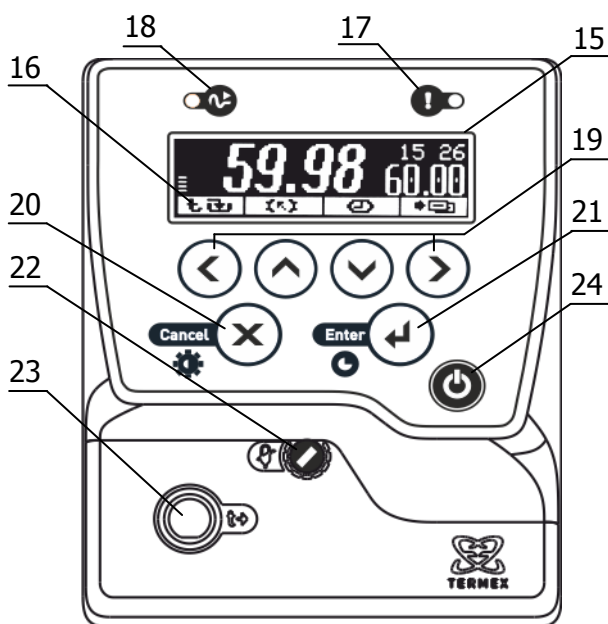

Рисунок 2 – Лицевая панель
Система безопасности блока регулирования отключает двигатель насоса и нагреватель при срабатывании хотя бы одной из защит или неисправности датчика температуры (1.2.13). При срабатывании системы безопасности раздается звуковой сигнал, загорается индикатор 17 (рисунок 2) и на дисплей 15 выводится информация о причине неисправности.
2.3.1 После подключения сетевого кабеля к электрической сети блок регулирования переходит в режим ожидания. Подключение сопровождается кратковременной подсветкой дисплея 15 (рисунок 2).
2.3.6 Для регулировки яркости подсветки или контраста дисплея нажать кнопку 20 (X), выбрать изменяемый параметр кнопками (▲) и (▼) и установить его значение кнопками (◀) и (▶). Зафиксировать изменение нажатием кнопки 21 (↔) (рисунок 2).
2.5.6 Для выбора уставки в качестве текущей кнопками (\uparrow) и (\downarrow) подвести к ней указатель. Значение отмеченной указателем уставки дублируется крупными цифрами в правой части дисплея. Для подтверждения выбора отмеченной уставки нажать кнопку 21 (\leftarrow). Для отмены выбора нажать кнопку 20 (\times) (рисунок 2).
2.5.7 Для изменения численного значения отмеченной указателем уставки нажать кнопку (▶). На рамке, обрамляющей значение уставки в правой части дисплея, появятся “засечки”, указывающие на изменяемую позицию в численном значении. Цифра в отмеченной позиции мигает. Нажатиями кнопок (▲) и (▼) установить требуемую цифру в отмеченной позиции. Если удерживать кнопку нажатой, значение уставки будет изменяться непрерывно. Нажатиями кнопок (◀) и (▶) переместить отметку изменяемой позиции. Дискретность изменения значения уставки зависит от положения изменяемой позиции: если отмечена позиция десятков, то при единичном нажатии кнопки (▲) или (▼) значение уставки изменится на 10 °С. Если отмечена позиция десятых долей, то значение уставки изменится на 0.1 °С соответственно. Закончить ввод нового значения уставки нажатием кнопки 21 (↵). Для возврата к значению уставки до ее изменения нажать кнопку 20 (✕) (рисунок 2).
2.6.3 При срабатывании защиты раздается звуковой сигнал и загорается красный индикатор срабатывания системы безопасности 17 (рисунок 2). Работа насоса и нагревателя будет заблокирована. На дисплее отобразится текущее состояние системы защит.
2.6.5 После устранения причины срабатывания защиты или ее отключения кнопкой (▶) индикатор 17 (рисунок 2) погаснет. Перевести блок регулирования в рабочий режим нажатием кнопки 21 (←).